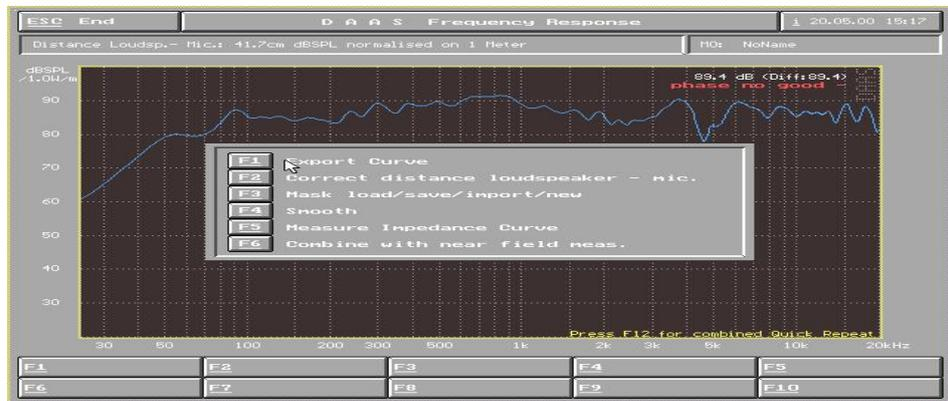

图 13
5) 点击 F10 Functions, 进入其它功能设定 (图 13)